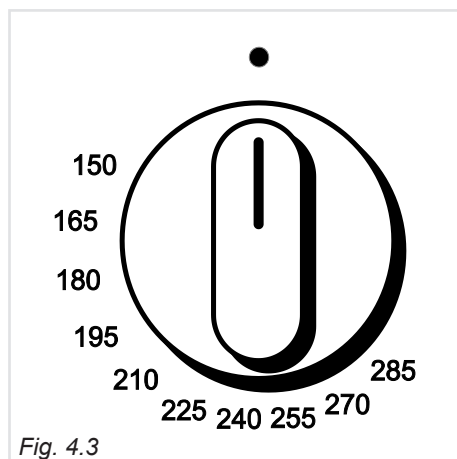

Fig. 4.3
L'afflusso del gas al bruciatore è regolato da un termostato (fig. 4.3) che ha la funzione di mantenere costante la temperatura all'interno del forno. Ciò è ottenuto per mezzo di un bulbo, posto all'interno del forno, che deve essere sempre posizionato correttamente nel suo alloggiamento e deve essere sempre mantenuto pulito per effettuare il corretto rilevamento della temperatura. Inoltre, il termostato è dotato di una valvola di sicurezza che, allo spegnersi della fiamma, chiude automaticamente l'erogazione di gas.
I numeri, stampigliati sul pannello comandi (fig. 4.3), indicano in modo crescente la temperatura del forno. La temperatura viene mantenuta costante sul valore regolato.
3. Premere a fondo la manopola del termostato gas (fig. 4.3) e tenendola sempre premuta ruotarla in senso antiorario fino alla posizione massima.
5. Regolare la manopola del termostato gas (fig. 4.3) sulla temperatura desiderata.